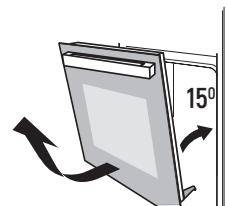

Рисунок 2
2. Переведите дверь в полузакрытое положение, чтобы она располагалась под углом примерно 15° . Поднимите и медленно вытяните дверь, отсоединив ее от духового шкафа. (Рисунок 2)